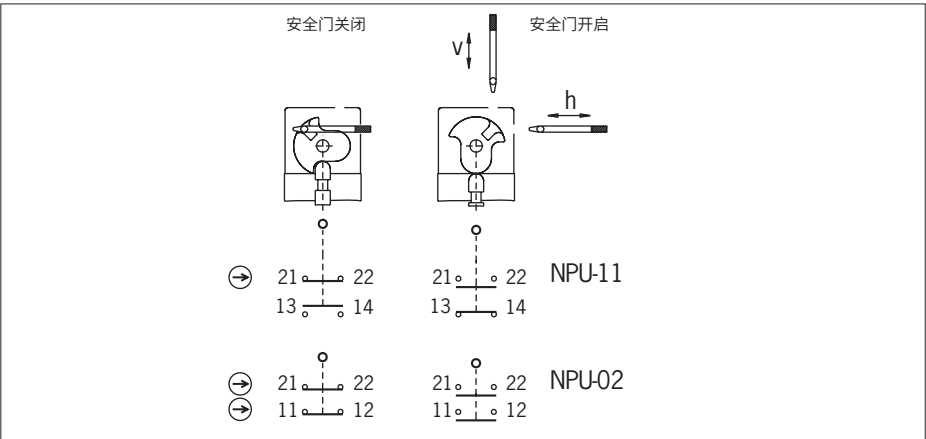

图4：开关元件和开关功能
必须至少使用一个触点(⊖)。这样便可发出安全门位置信号（有关端子分配，请参见图4）。
3. 连接各端子并以0.5 Nm的力矩拧紧（有关端子分配，请参见图4）。